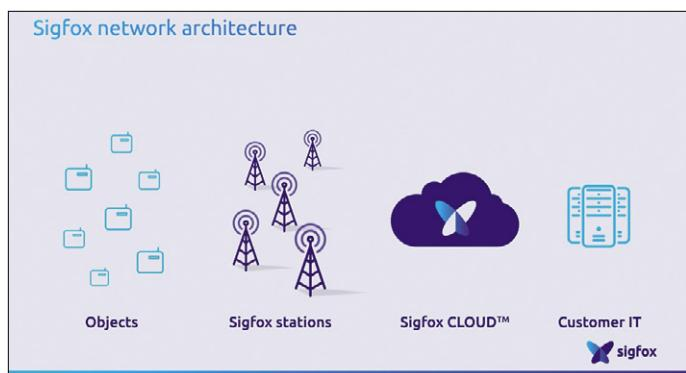

Figure 1. Structure de base du réseau Sigfox.
**La figure 1** montre la structure de base du réseau Sigfox. Les *Sigfox objects* (également appelés *devices* ou *appareils*) envoient leurs télégrammes par émission radio sur la bande ISM 868 MHz sans licence. Outre l'identification de la station (*Station ID*), chaque télégramme contient un champ de données utilisateur, appelé *Payload*, de 12 octets max. que l'utilisateur peut transmettre comme données de mesure ou d'état ou autres avec chaque émission. Cela semble peu, mais comme Sigfox est utilisé sur le terrain comme un réseau 0G, c'est plus que suffisant. Par exemple, 12 valeurs de mesure de 1 octet, ou 3 valeurs de mesure de 2 octets chacune peuvent être transmises avec un ensemble de données GPS de 6 octets. Comme Sigfox fonctionne dans la bande ISM libre, pas plus de